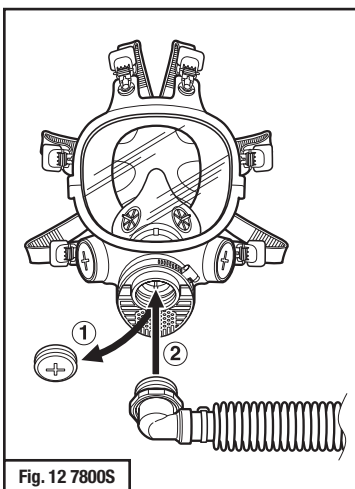

Fig. 12 7800S
2. Retirer l'obturateur 7890 3MMC du joint d'étanchéité de l'**orifice central** du respirateur à masque complet (Fig. 12 et 13).
4. Visser l'adaptateur coudé du tuyau de respiration GVP-123 dans l'orifice central du masque du respirateur (Fig. 12 et 13).